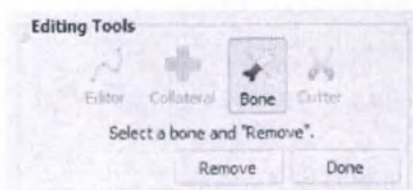

Рисунок 6
- Нажмите «Editing Tools» > «Bones» (Инструменты редактирования > Кости) для удаления костных структур (Рисунок 6)